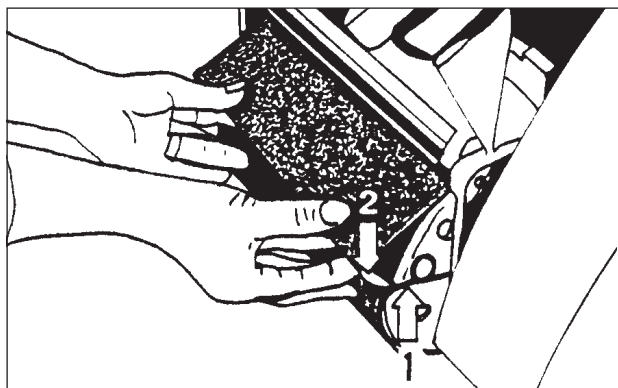

Figura 3
9. Coloque un extremo del papel abrasivo contra la ranura del tambor de lijado (1). Consulte la Figura 3.
10. Gire el tambor una vuelta. Coloque el otro extremo del papel abrasivo en la ranura del tambor (2). Consulte la Figura 3.